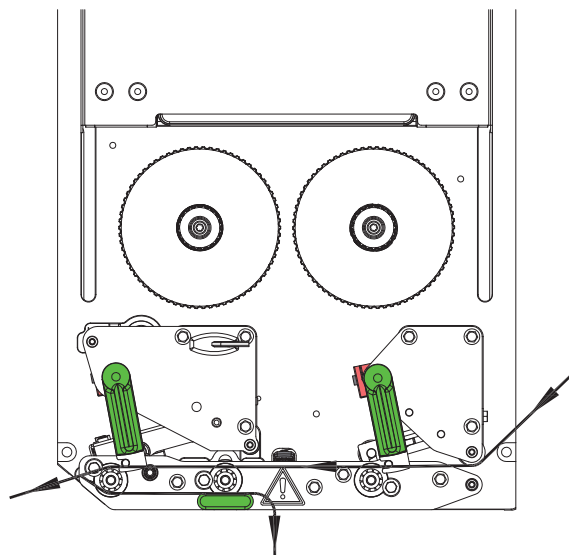

Bild 10 Etikettbana
2. Sväng spaken (3) och (9) moturs och öppna därigenom skrivarhuvudet (1) och återdragningsystemet (8).
3. Lägg i etikettremsan (7) enligt Bild 10 fram till dispenseringskanten (2) och skjut till anslaget på monteringsväggen. Etiketternas trycksida måste vara vända uppåt.
4. Skjut ut etiketter så långt över dispenseringskanten att remsan når tillbaka till tryckrullen (4). Avlägsna etiketter från det framskjutande bärrmaterialet.
5. Sväng spaken (3) och (9) medurs till anslaget och spärra därigenom skrivarhuvudet (1) och återdragningsystemet (8).